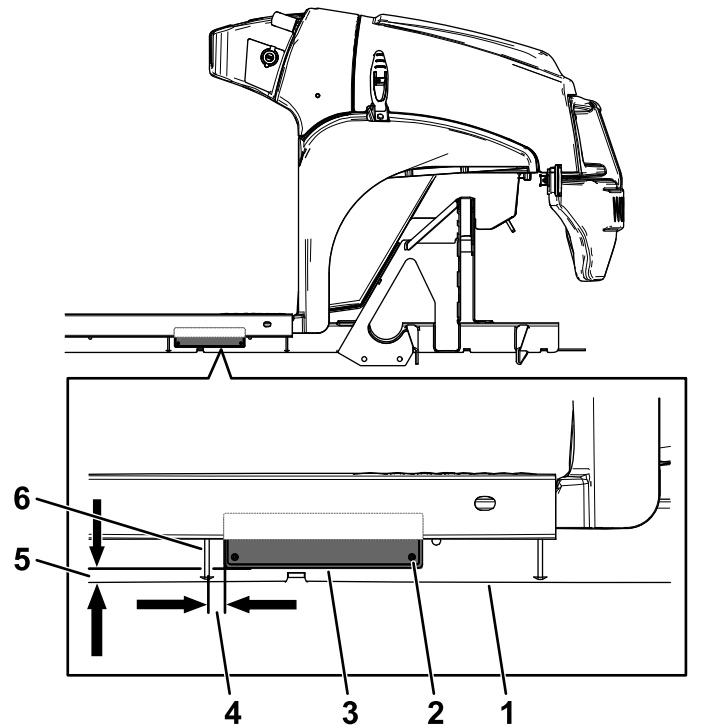

Bild 6
- Befestigen Sie das Typenschild mit vier Blindnieten (3 x 10 mm) in der abgebildeten Position **Bild 6**.